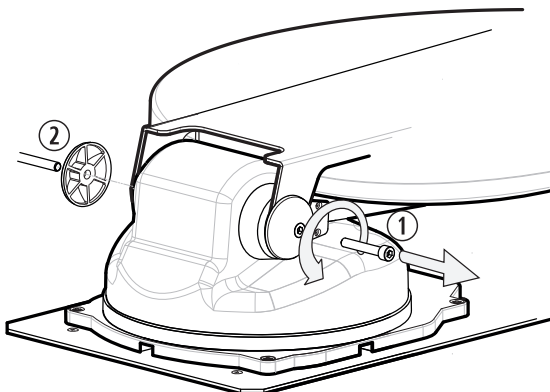

Abb. 17
**!** Schrauben Sie vorsichtig unter Verwendung des 6 mm Inbusschlüssels die seitlichen Schrauben der Motorgruppe ab ①. Entfernen Sie die Schrauben und die Sperr-Ringbeschläge ② (Abb. 17).